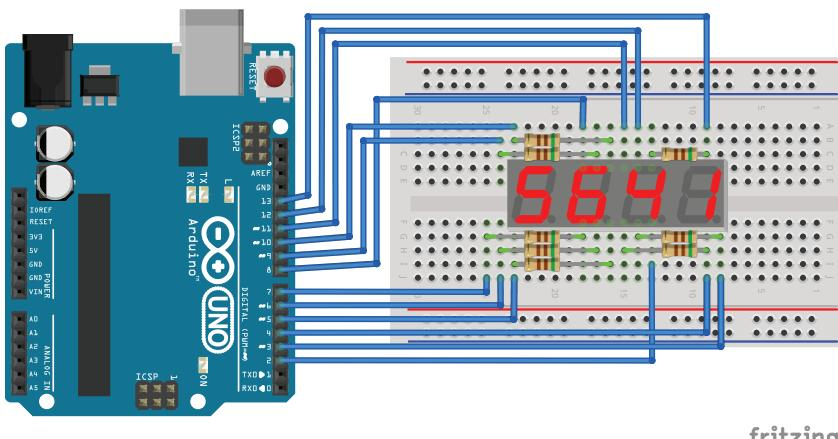

Рис. 7.2. Схема подключения 4-разрядной матрицы к Arduino
Подключим контакты матрицы к плате Arduino и будем выводить цифры на различные разряды матрицы. Для подключения нам понадобятся 12 выводов Arduino. Схема соединений для подключения 4-разрядной матрицы к плате Arduino показана на рис. 7.2. При подключении контактов используются ограничительные резисторы 510 Ом.
- Подключаем семисегментный индикатор по схеме на рис. 7.2.